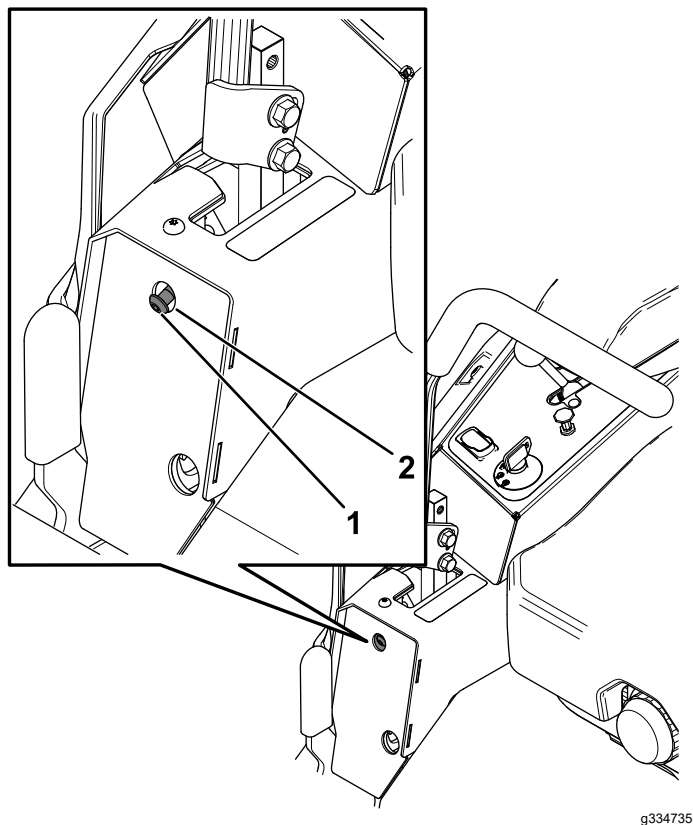

Figure 74
6. Si la machine se déporte à droite, insérez une clé hexagonale de 3/16 po dans le trou d'accès du panneau de protection avant gauche et tournez la vis de réglage de l'alignement dans le sens horaire ou antihoraire pour ajuster la course du levier (Figure 74).
7. Si la machine se déporte à gauche, insérez une clé hexagonale de 3/16 po dans le trou d'accès du panneau de protection avant droit et tournez la vis de réglage de l'alignement dans le sens horaire ou antihoraire pour ajuster la course du levier (Figure 74).